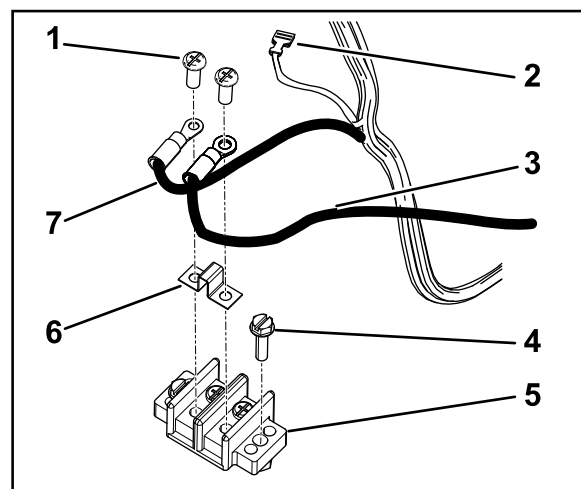

図 22
- B. 図 22 の位置にアースブロックを取り付ける。
- C. アースブロックの端子ねじを外して 図 22 に示す用にジャンパストリップを取り付ける。
- D. メインのデッキ用ハーネスの中の黒色のワイヤ探し出し、これをアースブロックのジャンパストリップの一方側に取り付ける 図 22。
- E. デッキ用ハーネスの黒ワイヤを、ジャンパストリップのもう一方の側に取り付ける 図 22。